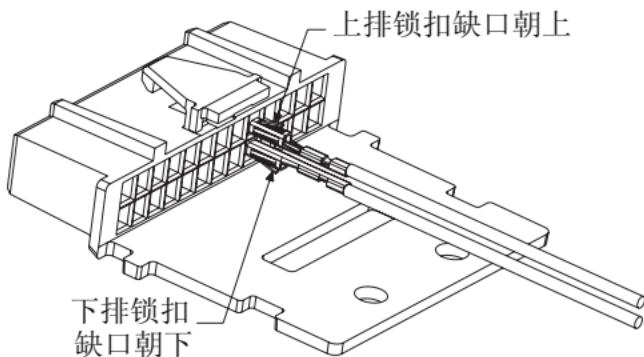

图2 接触端方向
7. 将触点插入附件接口上的 #9 和 #10 插孔位置，如图 2 所示。